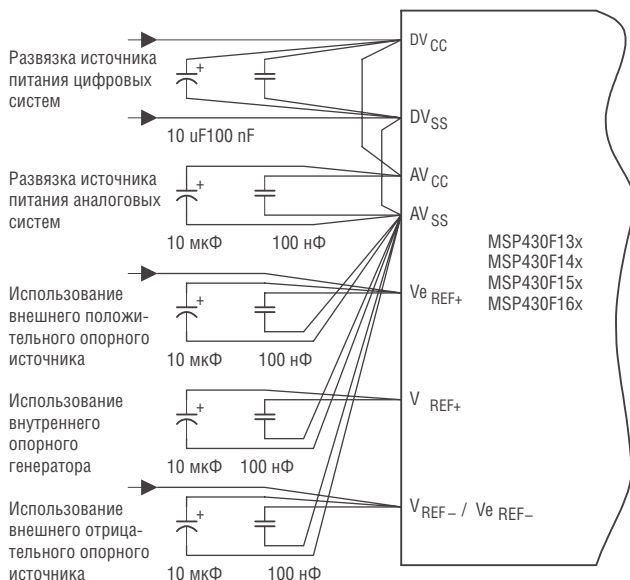

Рис. 19-11. Заземление АЦП12 и устранение помех
*Около 200 мкА необходимы от **любого** опорного источника, используемого АЦП во время определения двух младших бит в течение преобразования. Комбинация из параллельно включенных конденсаторов на 10 мкФ и 0,1 мкФ рекомендуется при использовании **любого** опорного источника, как показано на рис. 19-11.*
Паразитные общие петли формируются, когда ток возврата от АЦП проходит совместно с токами других аналоговых и цифровых схем. Если не принимать специальных мер, этот ток может генерировать нежелательные напряжения смещения, которые могут прибавляться или вычитаться из опорного или входного напряжений аналого-цифрового преобразователя. Способ подключения, показанный на рис. 19-11 позволяет этого избежать.